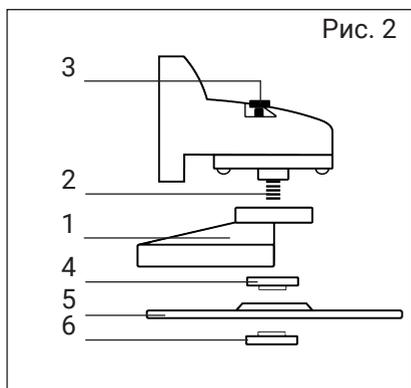

Рис. 2
Шлифмашина состоит из электродвигателя и редуктора в пластиковом прорезиненном корпусе. В передней части расположен шпиндель с фланцами (рис. 2, поз. 4, 6) фиксирующими отрезной диск (рис. 2, поз. 5), кнопка блокировки вала (рис. 1, поз. 2), а также установлен защитный кожух (рис. 1, поз. 4). Для начала работ необходимо нажать на выключатель (рис. 1, поз. 1), при нажатии включится электромотор шлифмашины. При длительной работе можно зафиксировать положение постоянных оборотов у выключателя, зафиксировав выключатель в верхнем положении.
4.3 Установка и замена диска (Рис. 2, 3):
- заблокировать вал (Рис. 2, поз. 2), зажав и удерживая кнопку блокировки вала (Рис. 2, поз. 3);
- после установить новый диск (Рис. 2, поз. 5) в обратной последовательности Рис. 2.
- на заблокированном валу (Рис. 2, поз. 2) зафиксировать рабочий диск затяжкой внешнего фланца (Рис. 2, поз. 6) накидным ключом.